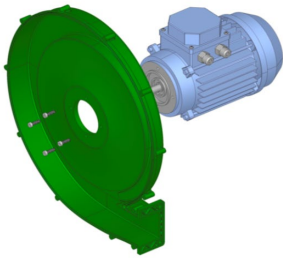

ABBILDUNG 3
1. Den Elektromotor am Motorgehäuse befestigen, hierzu 4 Sechskant-Flachkopfschrauben M6x20 UNI 9327 (Befestigungselemente im Lieferumfang) auf ein Anzugsmoment von max. 8Nm festziehen (ABBILDUNG 3);